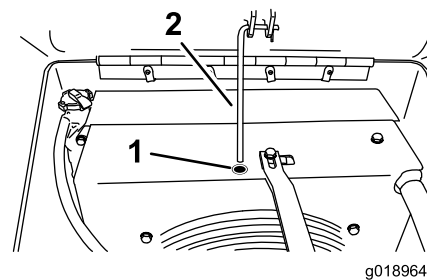

Figure 16
3. Dégagez la béquille de capot et placez-la dans le trou prévu pour maintenir le capot en position ouverte (Figure 16).